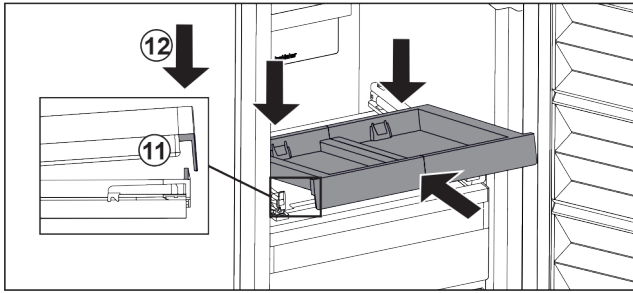

Fig. 143
- Fig. 143 (11)
- ▶ Снимите выдвижную панель спереди. Fig. 143 (12)